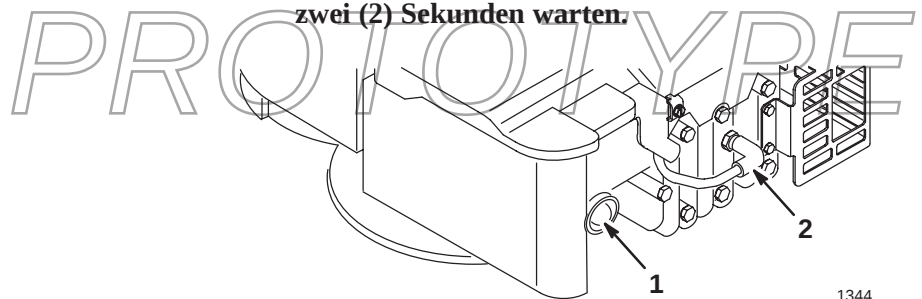

Abbildung 10
1. Das Zündkabel auf die Zündkerze drücken (Abb. 10).
2. Die Kaltstarthilfe dreimal (3) betätigen (Abb. 10). **Zwischen jeder Betätigung ca. zwei (2) Sekunden warten.**
1. Den Motor abstellen und das Kabel von der Zündkerze abziehen (Abb. 10).